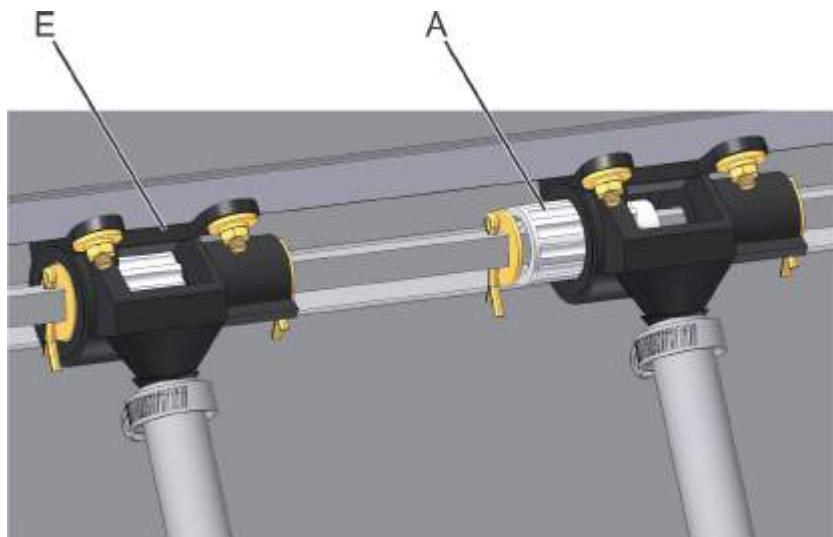
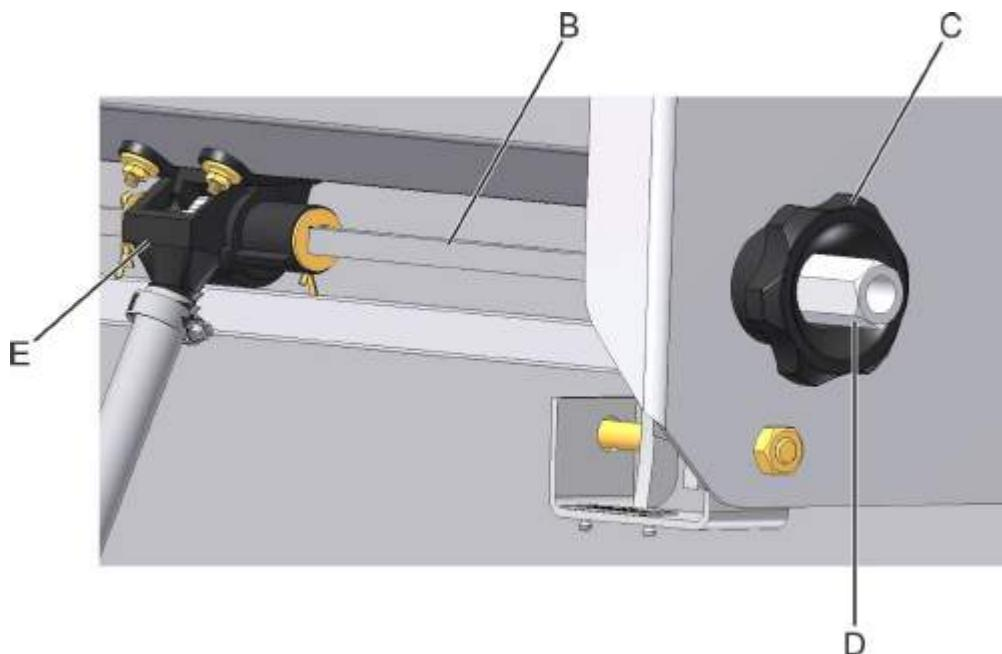

fig. 20
fig. 21
A distribuição de sementes miúdas é realizada por um rotor acanelado (A) (fig. 20), montado em um Conjunto Dosador de Sementes Miúdas (E) (fig. 20/21), o qual é acionado por um eixo quadrado (B) (fig. 21), com a possibilidade de deslizamento sobre esse eixo, determinando uma maior ou menor quantidade de sementes a ser distribuída.
O procedimento de regulagem é realizado pelo deslocamento do eixo (B) aumentando ou diminuindo a abertura de trabalho dos rotores dentro do Conjunto Dosador (E), através do manípulo (C) (fig. 21). Para iniciar a regulagem afrouxe a porca (D) (fig. 21), após a dosagem de sementes escolhida, travar o sistema apertando a porca (D).